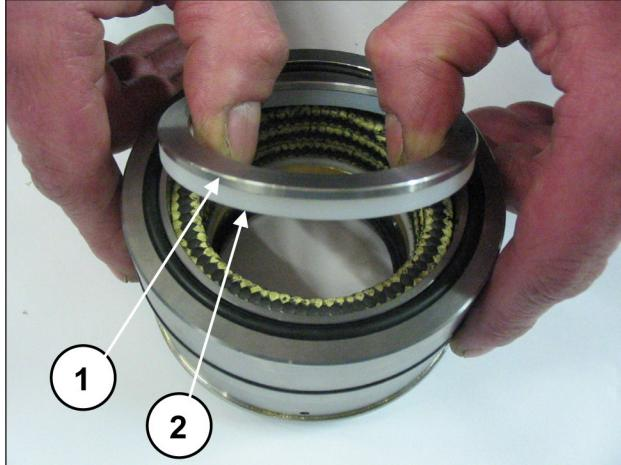
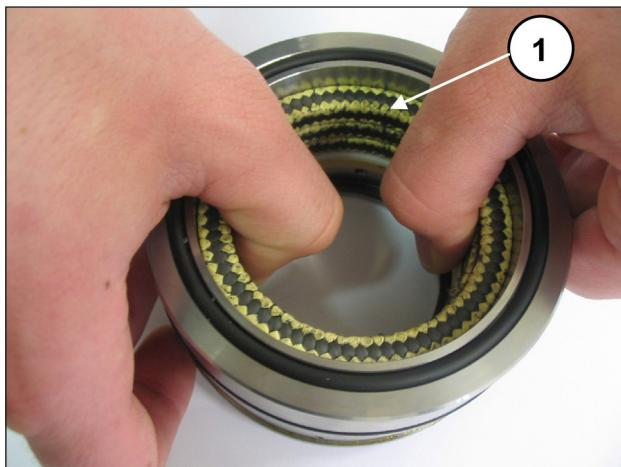

Fig. 193
Fig. 194
Separare il supporto guarnizioni dalla camicia, togliere l'anello per molla e l'anello raschiatore (pos. ①②, Fig. 193) per accedere alle guarnizioni di pressione (pos. ①, Fig. 194).